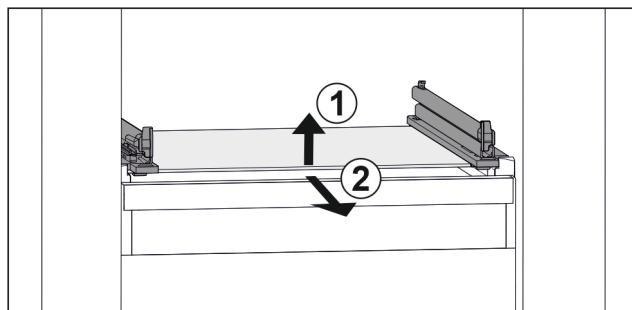

Fig. 51 Примерно изображение на стъклена плоча
- Повдигнете стъклената плоча отпред. Fig. 51 (1)
- Извадете стъклената плоча напред. Fig. 51 (2)